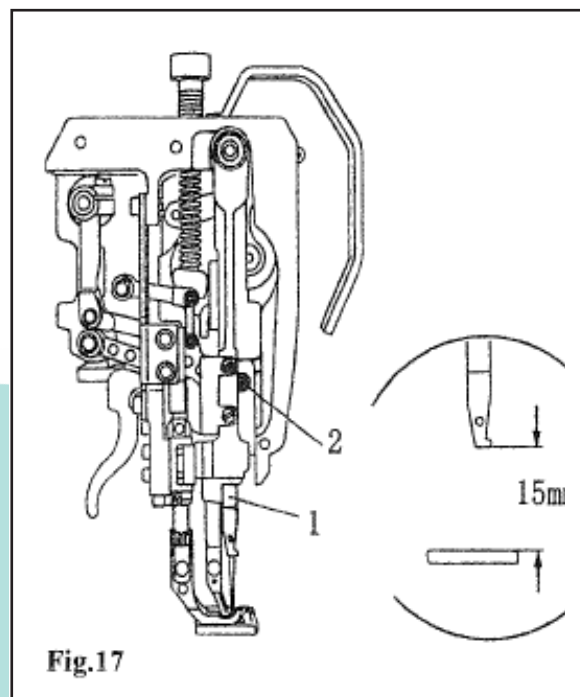

Fig.17
d) Ajuste da Altura da Agulha (Fig. 17)